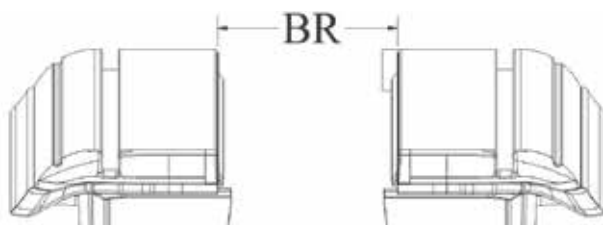
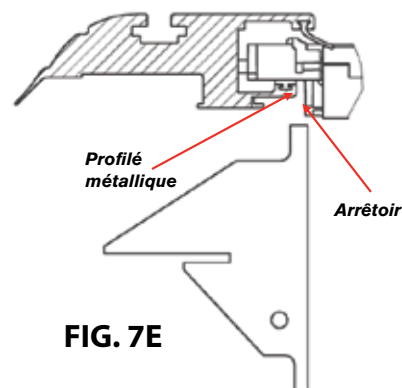

FIG. 7C
FIG. 7E
- Serrer les boulons des brides avec une clé dynamométrique à un couple de 5,9 pi-lb (7,9 Nm). Vérifier pour finir l'écartement avec la jauge d'écartement des rails ER : mesurer la distance entre le profilé métallique du rail et l'arrêt (Fig. 7E). La mesure ER peut également être prise à l'extrémité des rails, au niveau du caisson et du hayon. Les mesures doivent être égales ou inférieures à celles dans la Figure 7C. Les coulisses sont équipées de supports et de cales qui assurent une dimension ER conforme lorsqu'on les place sur une caisse d'origine ordinaire. Toutefois, la dimension de certaines caisses sort de l'ordinaire; d'autres ont des garnitures plastique optionnelles ou une doublure de caisse vaporisée.